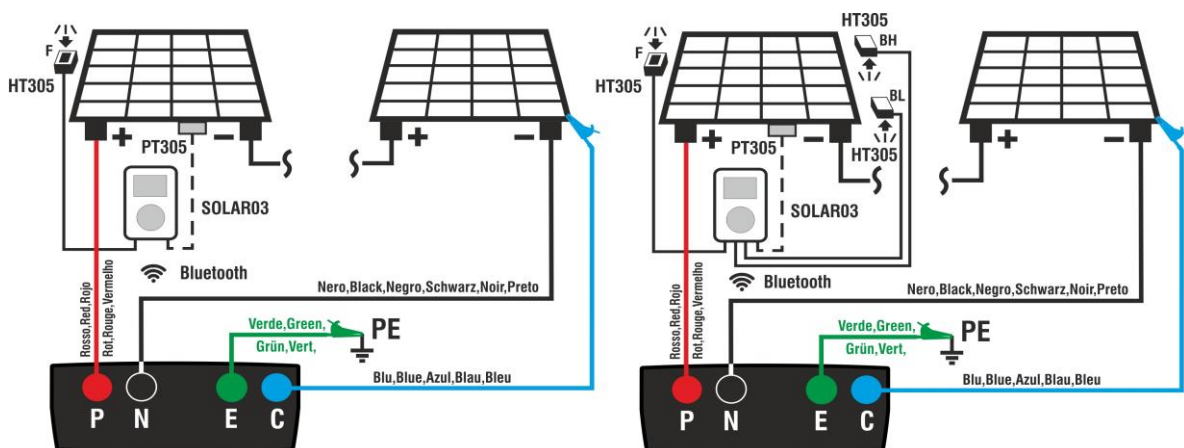

Fig. 11: Connexion avec l'unité à distance SOLAR03 sur des modules monoface et bi-face
- Connecter l'instrument au module/chaîne en cours d'essai et, le cas échéant, au nœud principal de mise à la terre de l'installation et aux masses métalliques mises à la terre comme indiqué dans la Fig. 11. En particulier :
- **Dans le cas des modules bifaciaux** →, placer les **3 cellules de référence HT305** sur le plan frontal du module (**F**), sur le dos supérieur (**BH=BackHigh**) et sur le dos inférieur (**BL=BackLow**) Connecter la cellule de référence frontale (F) à l'entrée « **INP1** », la cellule de référence BH à l'entrée « **INP2** », la cellule de référence BL à l'entrée « **INP3** » et **éventuellement** la sonde de température **PT305** à l'entrée « **INP4** » de l'unité à distance
9. Amener l'unité à distance à proximité des modules et connecter les sondes d'irradiation/température comme indiqué dans la Fig. 11. **Une fois l'enregistrement démarré sur l'unité à distance SOLAR03, le maintien de la connexion Bluetooth n'est plus strictement nécessaire.** Le maintien de la connexion ne permettra que d'avoir immédiatement le résultat de l'essai sans attendre la fin de la campagne de mesures